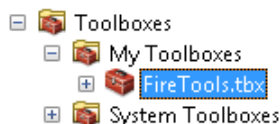

Fig. 4. Fragment okna *Catalog* z utworzonym przybornikiem *FireTools.tbx*
- 3.5. Jako nazwę przybornika, wpisz *FireTools* (Fig. 4), a następnie naciśnij *Enter*.